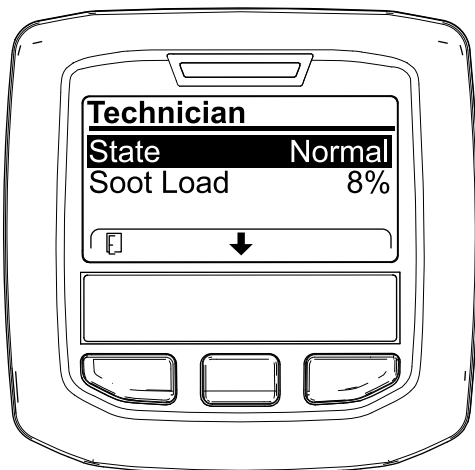

Рисунок 43
- Используйте рабочую таблицу по фильтру DPF, чтобы понять текущее состояние работы DPF (Рисунок 43).